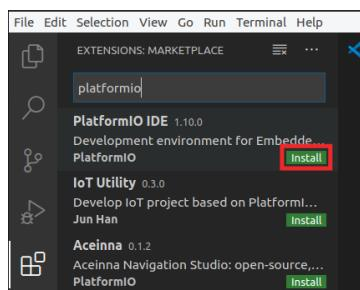

图3. PlatformIO IDE扩展
- d. 在搜索框中输入*PlatformIO*，然后单击*PlatformIO IDE*旁边的“Install”（安装）按钮进行安装（参见图3）。